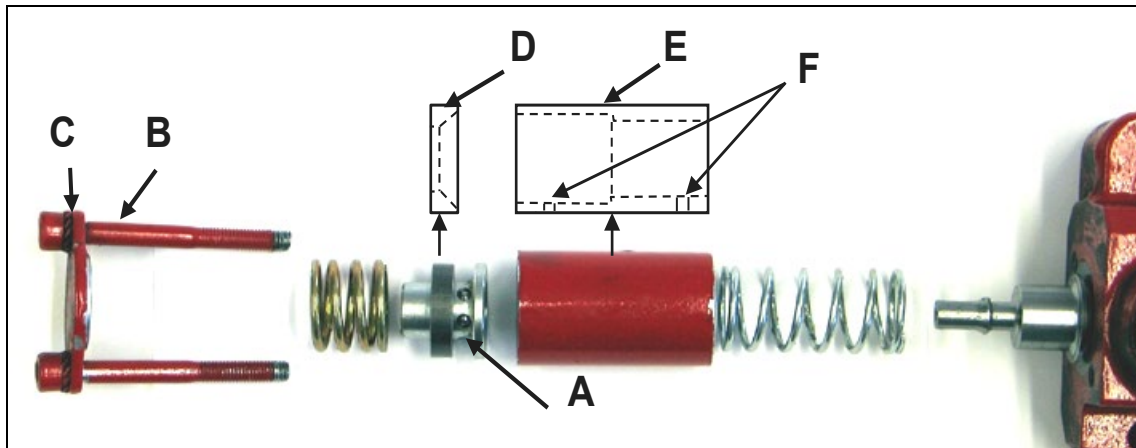

Bild 27
9.15 Låsspärrens struktur och delarnas korrekta ordning, bild 27